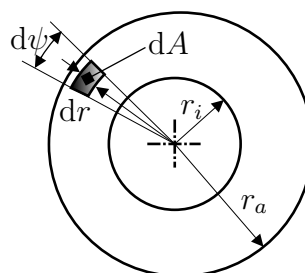

Abbildung 4: Reibscheibe.
- e) Berechnen Sie das Reibmoment τ_r . Gehen Sie dazu von einem differentiellen Reibmoment $d\tau_r = r^2 \mu \frac{f_a}{A} dr d\psi$ aus, vgl. Abbildung 4. Dabei bezeichnen μ den Reibungskoeffizienten, r den Radius und A die Fläche der Reibscheibe. 2 P. |